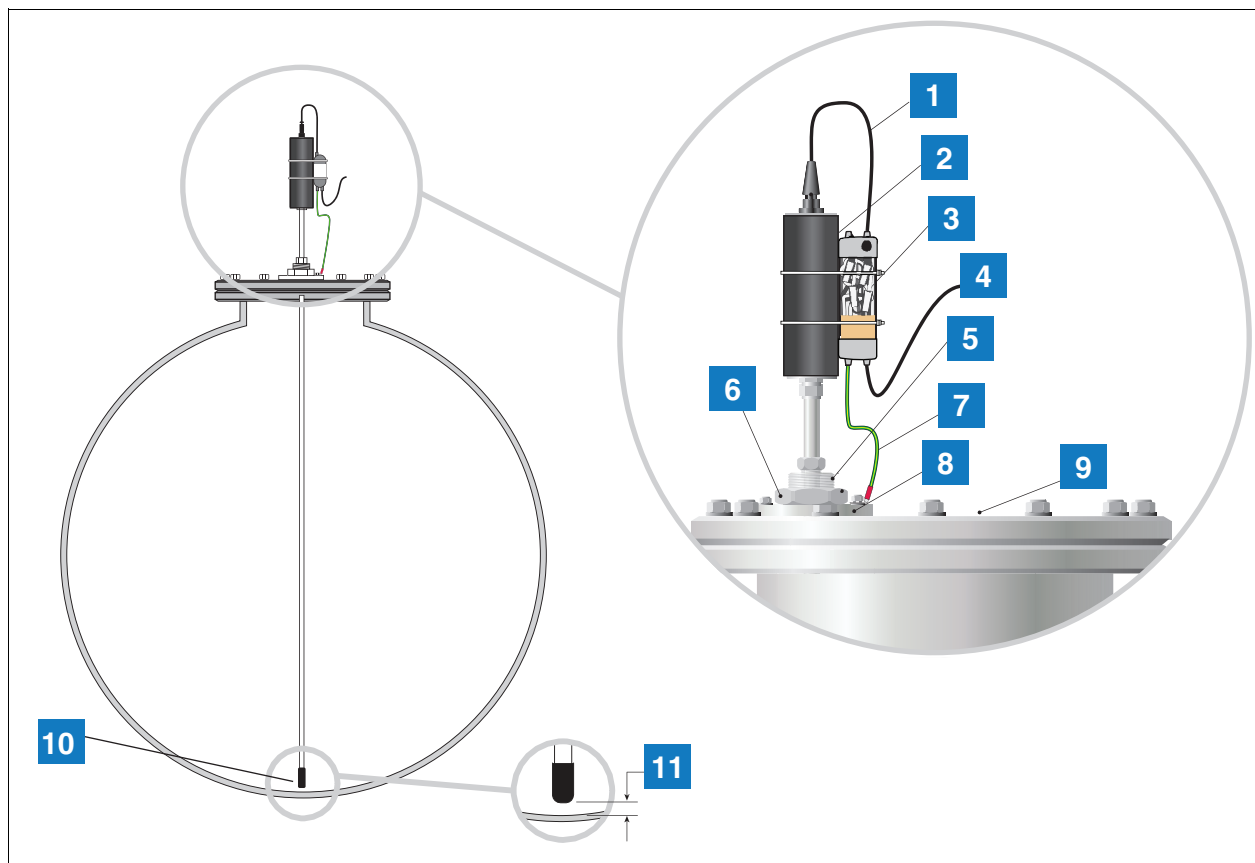

Рисунок 6. Установка магнитного зонда в зоне 1 и технологическое соединение (сальник)
В определенных случаях при установке требуется модификация монтажно-сборочного устройства зонда, включая технологическое соединение (сальник), установленное непосредственно на люке резервуара, как показано на Рисунок 6. Необходимо обеспечить наличие специального вентиля или фланца с резьбой G2 дюйм., 11 витков на дюйм DIN 2999 (BS2779). Перед установкой или обслуживанием магнитострикционного зонда отсоедините питание перем. тока от консоли TLS и убедитесь, что питание от консоли отключено. В ходе обслуживания отключите кабель зонда и отсоедините зонд от резервуара.
1. Необходимое для выполнения установки оборудование см. на Рисунок 6.
7. Подключите направляющий кабель зонда к полевой проводке с помощью климатозащищенной распределительной коробки или дополнительного двухканального сетевого фильтра (номер детали 848100-002), как показано на рисунке Рисунок 6.
СИСТЕМА НУМЕРАЦИИ НА Рисунок 6